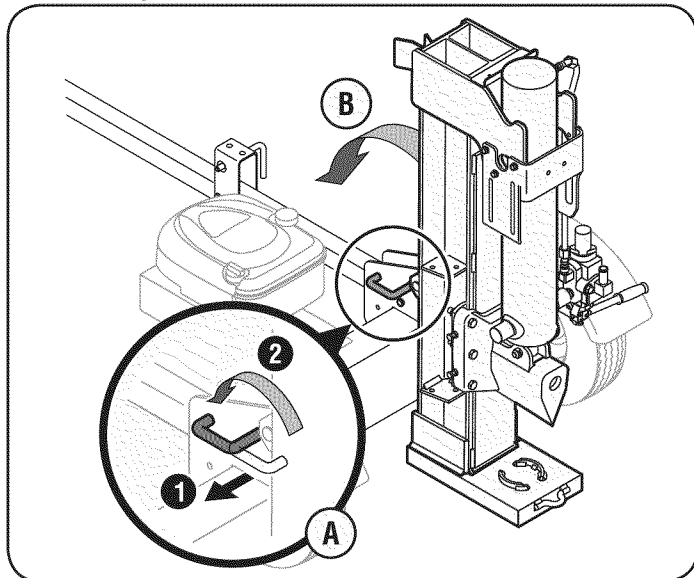

Figura 3
12. Tire hacia afuera del bloqueo de vigueta vertical, rótelo hacia atrás y gire la vigueta a la posición horizontal hasta que quede trabada, asegurándose de evitar los posibles puntos de apriete. Vea la Figura 3.